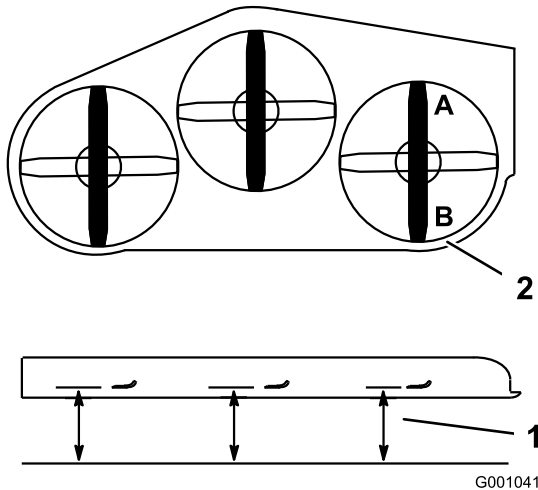

Bild 62
1. Stellen Sie das rechte Schnittmesser in Längsrichtung (Bild 62).
2. Messen Sie das rechte Messer an der Stelle **A** von einer ebenen Oberfläche bis zur Schnittkante der Messer (Bild 62).
4. Messen Sie das rechte Messer an der Stelle **B** von einer ebenen Oberfläche bis zur Schnittkante der Messer (Bild 62).
6. Das Schnittmesser sollte an Stelle **A** 6 bis 10 mm niedriger sein als an Stelle **B** (Bild 62). Sollte die Einstellung nicht richtig sein, machen Sie mit den folgenden Schritten weiter.